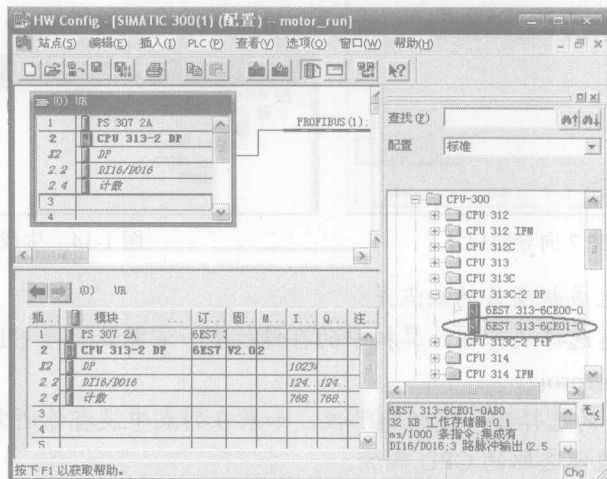

图 1-17 配置机架和具体的模块
(3) 选择插入的 300 站，双击右侧窗口中包含的硬件图标，打开“硬件组态”窗口。这时，窗口中无任何内容，需要逐一添加。
(4) 首先在右侧的硬件目录“SIMATIC 300 / RACK-300”中双击 Rail (机架)，一个模拟的机架框就出现在左侧的窗口中。在这个机架上，用户可以配置具体的模块。首先在左侧视图中单击模块将要存放的位置，然后在右侧视图中双击选择的模块，或将选择的模块拖入存放的位置即可，图 1-17 所示为配置机架和具体的模块。